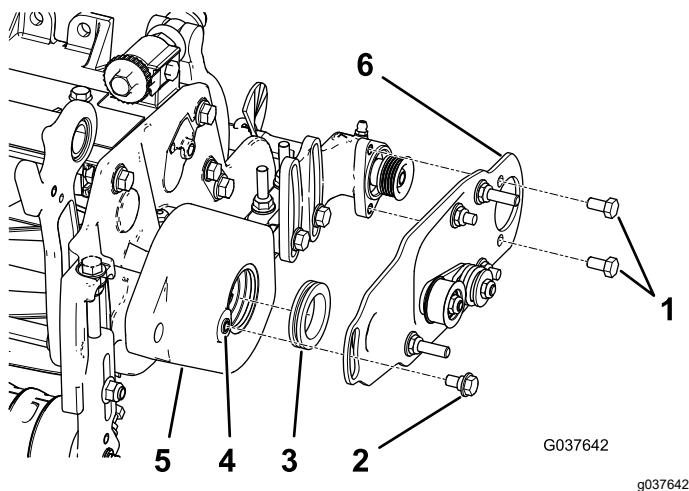

図 11
2. ローラブラシハウジングのハトメの内側にグリスを塗る 図 11。
3. 左または右ローラブラシプレートを取り付ける 図 11。
4. ボルト2本 5/16 x 1/2 インチ にロッキングコンパウンドを塗り、これを使ってブラシプレートをローラブラシ用ベアリングハウジングに取り付ける 図 11。
5. ショルダボルトをねじ込む前に、タップ 5/16-18 を使ってローラブラシハウジングのねじ山についているペイントを完全に除去する 図 11。
6. ショルダボルトにロッキングコンパウンドを塗布する 図 11。
7. ショルダボルトを使って、ブラシプレートをローラブラシハウジングに取り付ける 図 11。